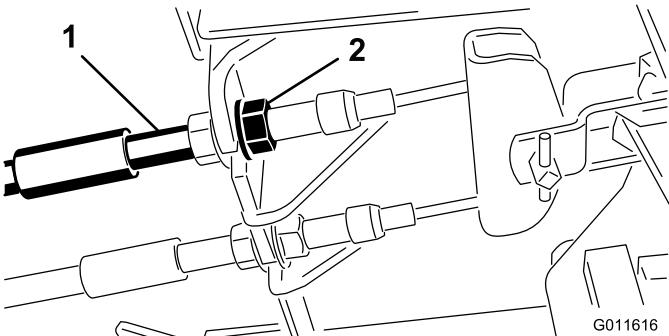

Figure 59
1. Pour réduire la garde aux pédales de frein, serrez les freins en desserrant l'écrou avant sur l'extrémité filetée du câble de frein (Figure 59).